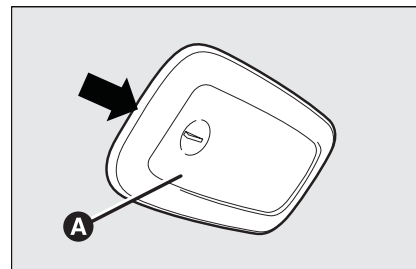

Рис. 38
- ☐ снимите рассеиватель **А, рис. 38**, нажав в месте, указанном стрелкой;